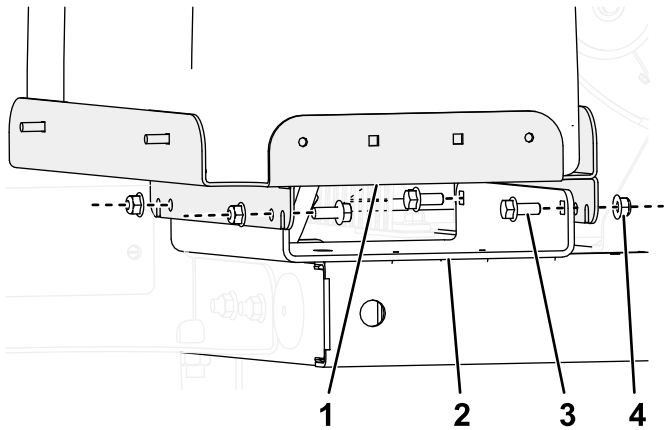

Figura 3
2. Instale el bastidor del depósito de combustible, tal y como se muestra en Figura 3.